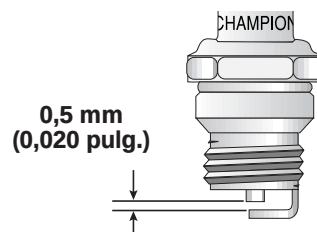

Fig. 44
3. Cambie las bujías que estén rajadas, sucias o deterioradas. Fije la separación de aire a **0,5 mm (0,020 pulgadas)** utilizando un calibrador (Fig. 44).